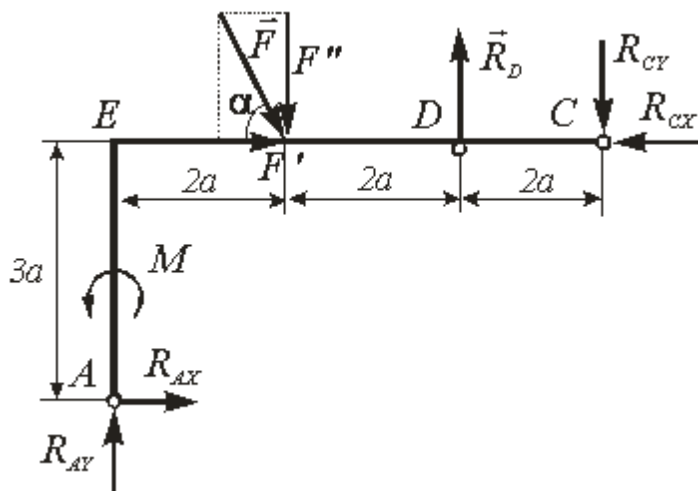

Рис. 27
2. Теперь рассмотрим равновесие угольника (рис. 27).
Ответ: $R_{Ax} = -3,08$ кН, $R_{Ay} = 18,685$ кН, $R_D = 6,645$ кН, $R_B = 30,8$ кН, $R_{Cx} = 1,92$ кН, $R_{Cy} = 16,67$ кН. Знаки указывают, что сила реакции \bar{R}_{Ax} направлена противоположно показанной на рис. 27.